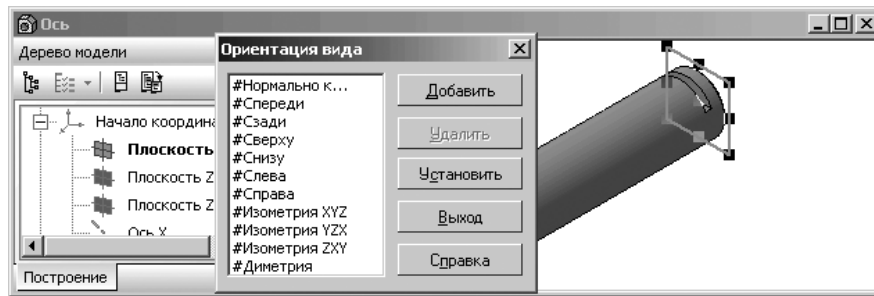

Рис. 8.25. Выделенная **Плоскость XY** и диалоговое окно **Ориентация вида** с ориентацией вида **#Изометрия XYZ**
- щелкните в выпадающем меню по пункту **Ориентация**. Появится диалоговое окно **Ориентация вида**, показанное на рис. 8.25;
- щелкните в панели инструментов **Текущее состояние** по кнопке  – **Ориентация** – кнопке с изображением системы координат. Появится диалоговое окно **Ориентация вида** (см. рис. 8.25);